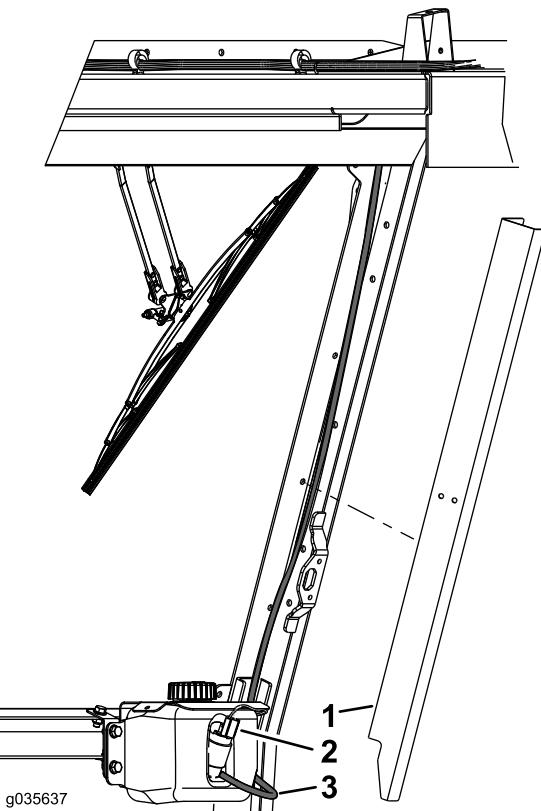

Figura 8
- 3. Retire a cobertura da coluna (Figura 8).
- 4. Instale o tubo na bomba no reservatório e encaminhe-o para o motor do limpador para-brisa (Figura 8).
- 5. Ligue o conector da cablagem à bomba do reservatório (Figura 8).
- 9. Instale a cobertura na coluna (Figura 8).